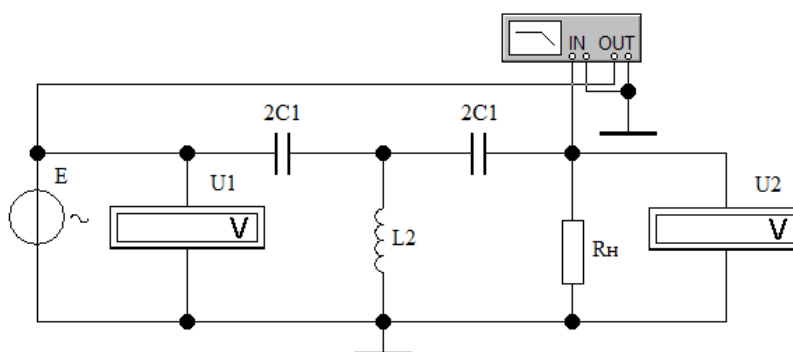

Рисунок 2 - Схема исследования частотных характеристик ФВЧ
1. Собрать схему электрической цепи (рисунок 2).